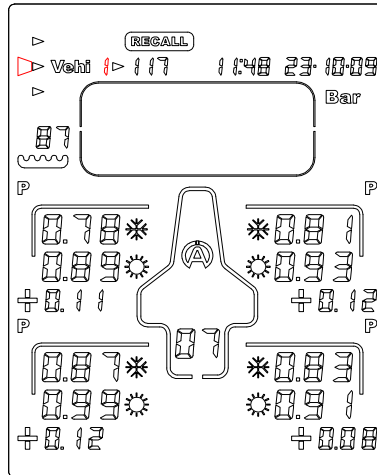

Abbildung 9
- 2) Wählen Sie mit der Taste  oder  das Symbol "**Vehi**" (*Abbildung 9*) aus.
- 3) Wählen Sie mit der Taste  oder  das gewünschte Fahrzeug aus (*Abbildung 9*).